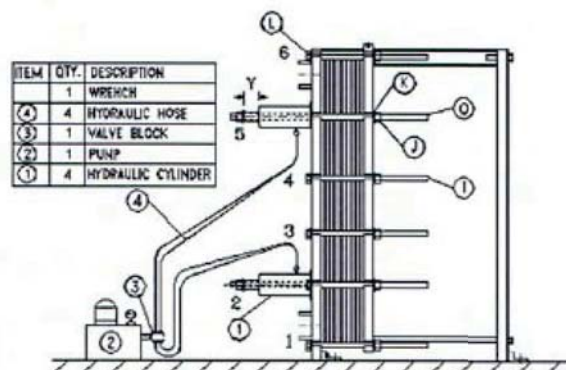

Figure 4.2 L'ouverture hydraulique de Flo Fab.
- En faisant référence à la figure 4.2, desserrer les écrous des tirants aux positions 2 et 5 jusqu'à une distance qui correspond à la longueur de l'ouverture des cylindres hydrauliques.